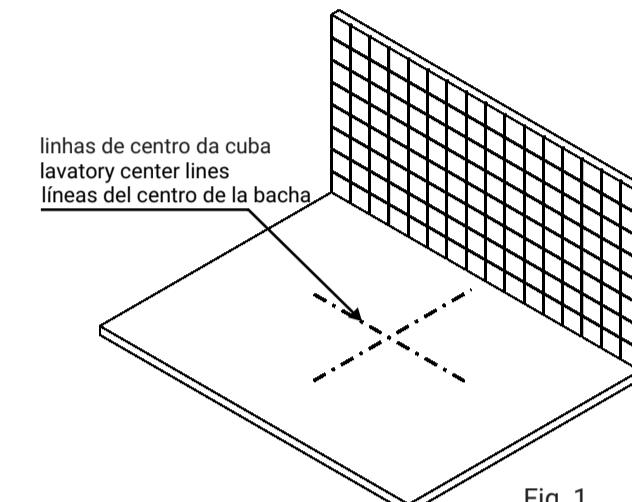

Fig. 1
- 1 Colocar a cuba sobre o tampo, posicioná-la no local desejado p/ instalação, levando em consideração as dimensões da torneira e sifão que serão utilizados. Traçar no tampo uma linha de centro, no sentido longitudinal e no sentido transversal (conforme fig. 1).
Place the sink on the top of the basin cabinet; put it in the desired position for installation, taking into consideration the distances of the tap and the siphon that will be used. Draw a line to the centerline of the sink and further up to the cabinet top (according to fig. 1).
Coloque la cuba encima de la tapa, ubicándola en la posición deseada para instalar, llevando en cuenta las dimensiones del grifo y sifón que se utilizarán. Marque una línea en el centro de la cuba y alarguela hasta la tapa (según fig. 1).